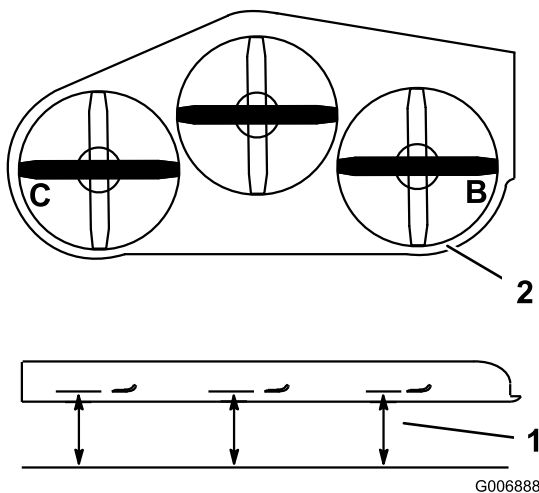

Figura 83
3. Coloque las cuchillas en posición lateral. Mida en las posiciones **B** y **C** desde una superficie nivelada hasta el filo de corte de los extremos de la cuchilla (Figura 83).